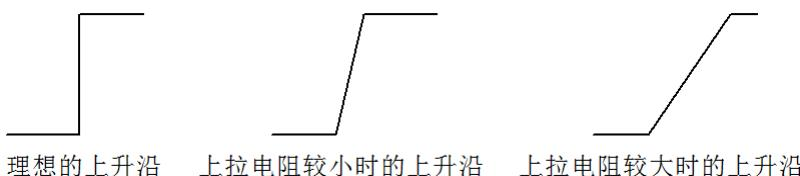

图 9-2 上拉电阻阻值对波形的影响
3、在开漏输出时，过大的上拉电阻会导致信号上升沿变缓。我们来解释一下：实际电平的变化都是需要时间的，虽然很小，但永远都达不到零，而开漏输出时上拉电阻的大小就直接影响了这个上升过程所需要的时间，如图 9-2 所示。想一下，如果电阻很大，而信号频率又很快的话，最终将导致信号还没等上升到高电平就又变为低了，于是信号就无法正确传送了。